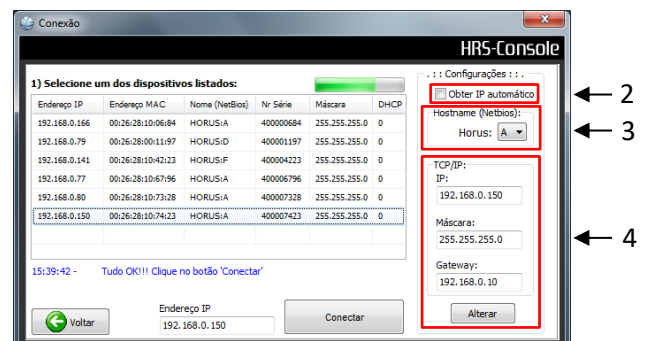

Figura 16 – Selecionar automação
**Atenção:** Para realizar a alteração nas configurações de ethernet da automação é necessário efetuar login com certificado digital de instalador, conforme será mostrado no item 7.3. Certificado digital de instalador.
- Selecione o Hostname desejado (item “3” da “Figura 16 – Selecionar automação”) e marque a opção “Obter IP automático” (item “2” da “Figura 16 – Selecionar automação”).
- O IP padrão da automação é 192.168.0.91, caso necessário alterar a configuração informe o novo IP (item “4” da “Figura 16 – Selecionar automação”) e clique em “Alterar”.